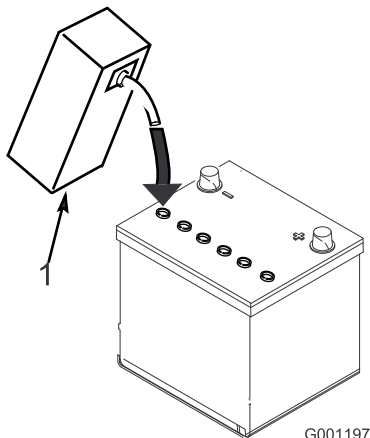

図 5
3. 各セルの電極板が液面下 6mm程度に水没するまで、電解液を慎重に入れる 図 5。
4. 電極板が液を吸収するまで2030分間程度待つ。必要に応じて、電極板が 6mm程度水没するぐらいに電解液を補充する 図 5。